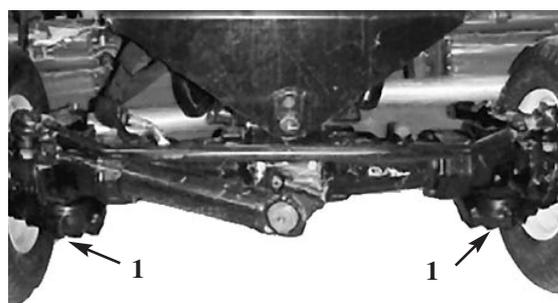

Bild 53
4. Drehen Sie die Augenschraube im Uhrzeigersinn, bis die Distanz zwischen dem Auge und der Innenseite der Federankerplatte 3 mm kürzer ist, siehe Bild 53. Ziehen Sie dann die Mutter fest.
Wechseln des Schmierstoffes der Hinterachse (Bild 53) (nur Modell 03551)